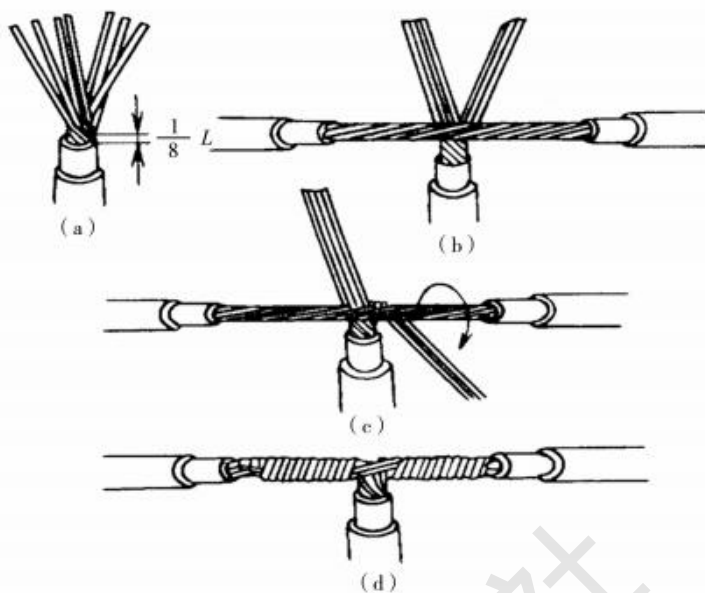

图 1-5 多股铜芯线的分支连接
1) 把支线线头离绝缘层切口根部约 $1/10$ 的一段芯线进一步绞紧, 并把余下的 $9/10$ 芯线头松散, 并逐根勒直后分成较均匀且排成并列的两组(如 7 股线按 3、4 分), 如图 1-5(a) 所示。
2) 在干线芯线中间略偏一端部位, 用一字旋具插入芯线股间, 分成较均匀的两组。接着把支路略多的一组芯线头插入干线芯线的缝隙中。同时移动位置, 使干线芯线约 $2/5$ 和 $3/5$ 分留两端, 即 $2/5$ 一段供支线 3 股芯线缠绕, $3/5$ 一段供 4 股芯线缠绕, 如图 1-5(b) 所示。
3) 先钳紧干线芯线插口处, 接着把支线 3 股芯线在干线芯线上按顺时针方向垂直地紧紧排缠至三圈, 剪去多余的线头, 钳平端头, 修去毛刺, 如图 1-5(c) 所示。
4) 按前一步方法缠绕另 4 股支线芯线头, 但要缠足四圈, 芯线端口也应不留毛刺, 如图 1-5(d) 所示。